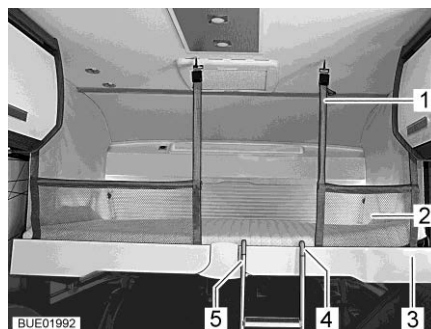

Fig. 139 Letto basculante con rete protettiva montata
Se è disponibile una rete protettiva (Fig. 139,2), questa è sistemata con le cinture di ritegno sotto il materasso del letto basculante. Fissare la rete protettiva soltanto dopo che le persone si sono stese nel letto basculante.
- Fissaggio: ■ Agganciare le cinture di ritegno (Fig. 139,1) ai ganci del soffitto.